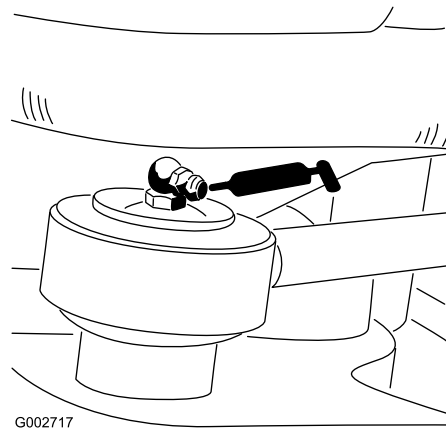

Figure 26
- Extrémité de tige du vérin de direction (1) (modèle 08705 seulement) (Figure 26)